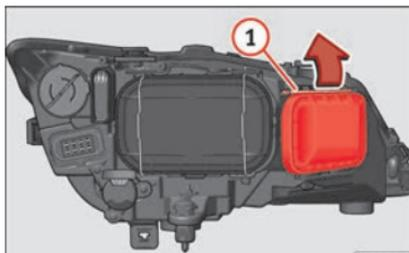

Fig. 210 Lampadina per anabbaglianti.
- Far scorrere il tirante » fig. 210 ① nel senso della freccia e sfilare la chiusura.